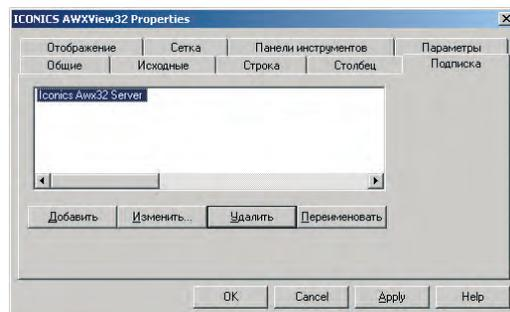

Рис. 9. Подписка на Сервер аварийных событий **Iconics**
2. Откройте свойства **ActiveX**-компонента **AWXViewer**, перейдите на закладку **Подписка**. Настройте подписку на сообщения сервера **ICONICS Alarm Server**, как показано на рис. 9, нажмите кнопку **Изменить** и перейдите на закладку **Атрибуты**.